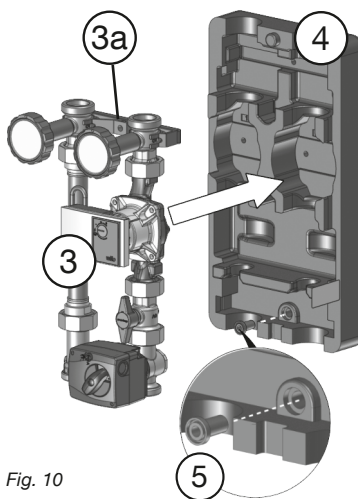

Fig. 10
4. Monter la colonne de circulation sur le côté gauche de la fixation murale et l'entretoise à brides sur le côté droit (fig. 10).